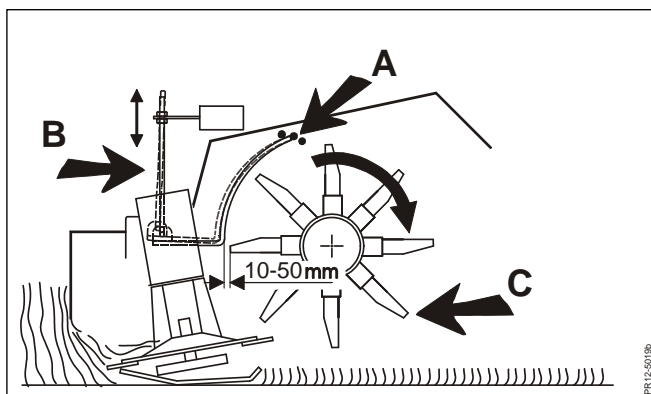

Fig. 3-12
**Fig. 3-12** sont réglés de la même valeur) de même que le réglage des vis en **B**, (les côtés droit et gauche sont réglés de la même valeur).